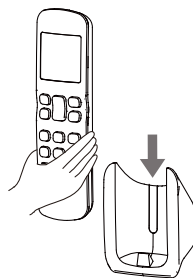

Figura 2.5
3. Deslize o controle remoto verticalmente para baixo para dentro do suporte (consulte a Figura 2.5).